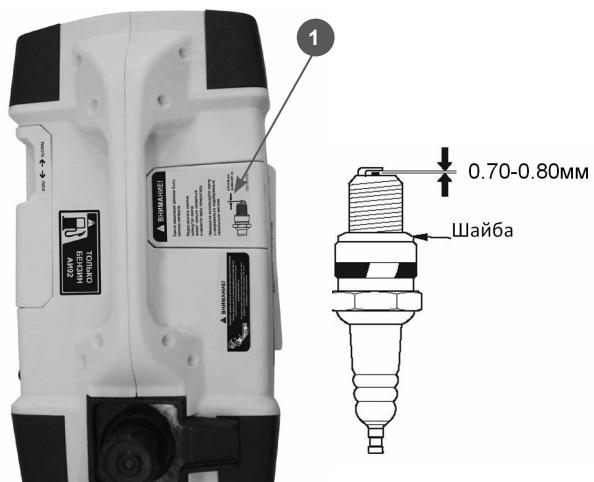

Рис.12
- Откройте крышку отсека свечи(1) Рис.12